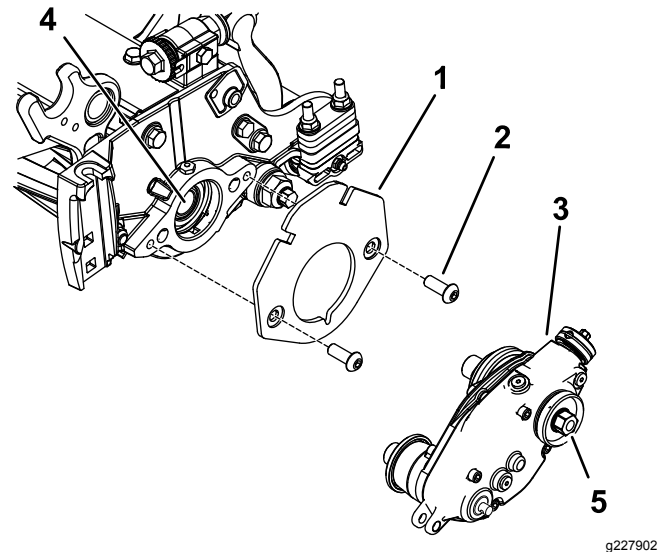

Figura 7
2. Fissate la staffa della zavorra al cilindro con 2 bulloni a testa tonda a esagono incassato ($\frac{3}{8}$ " x $\frac{3}{4}$ "), come illustrato nella Figura 7.
3. Applicare un composto frenafili a media resistenza (ad esempio Loctite blu 243) sulla filettatura della parte interna dell'albero del cilindro (Figura 7).
4. Montate la scatola della trasmissione del groomer all'albero del cilindro (Figura 7) utilizzando la testa esagonale sulla scatola della trasmissione del groomer.